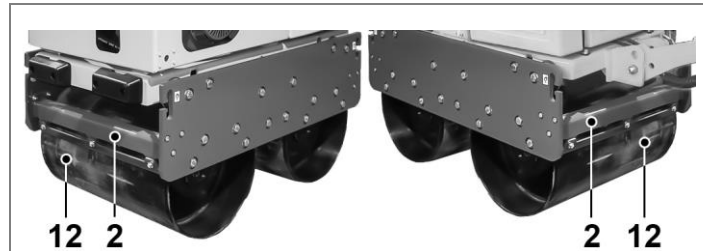

Рис. 42
11.1. Убедитесь, что скребок (2) не забит грязью, не деформирован и не поврежден каким-либо другим способом.
Отрегулируйте зазор между скребками (2) и передним и задним вальцами (12) (Рис. 42).